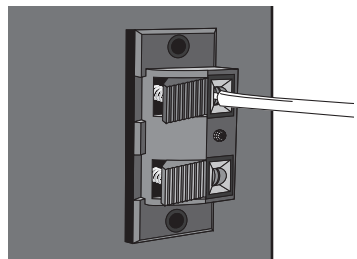

Abbildung 6
4. Lassen Sie den Druckknopf frei, um das Kabel in der Klemme zu befestigen (**Abbildung 6**).